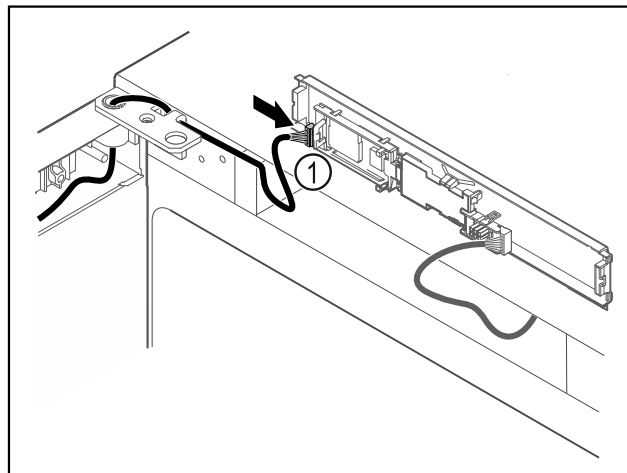

Fig. 59
- ▶ Brancher le connecteur Fig. 59 (1) sur la platine.